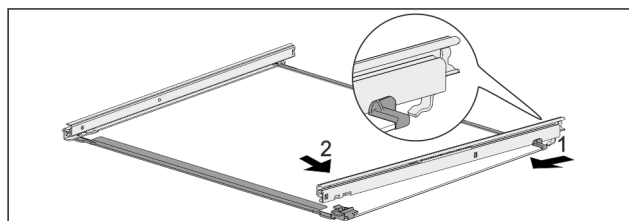

Fig. 140 Glassplate med skinner
- Hekt inn skinne bak. Fig. 140 (1)
- Hekt inn skinne foran. Fig. 140 (2)